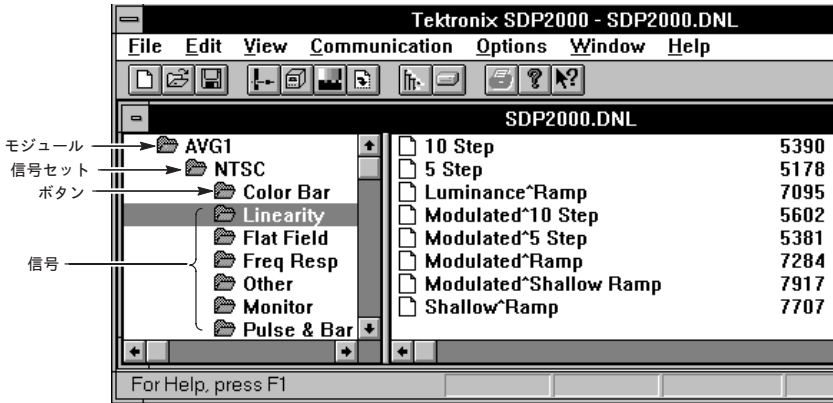

図 2-1 : サンプル・ダウンロード・ファイル
SDP2000のダウンロード・ファイルは、次のような構成になっています。図2-1に、サンプル・ファイルを示します。
1. SDP2000メイン・ウィンドウ、ダウンロード・エディタ、またはTGCOMMプログラムのFileメニューからOpenを選択します。次に、File Openダイアログ・ボックス内で、プログラムをインストールしたときに指定した作業ディレクトリを選択します。ダウンロード・ファイルのみを表示するには、TypeボックスのList Files内で.dnlファイルを指定します。続いて、SDP2000.dnlという名称のファイルを開きます。図2-1に、TGCOMMプログラム内で開いたこのファイルを示します。SDP2000でのダウンロード表示は、TGCOMMでの表示とほぼ同じです。